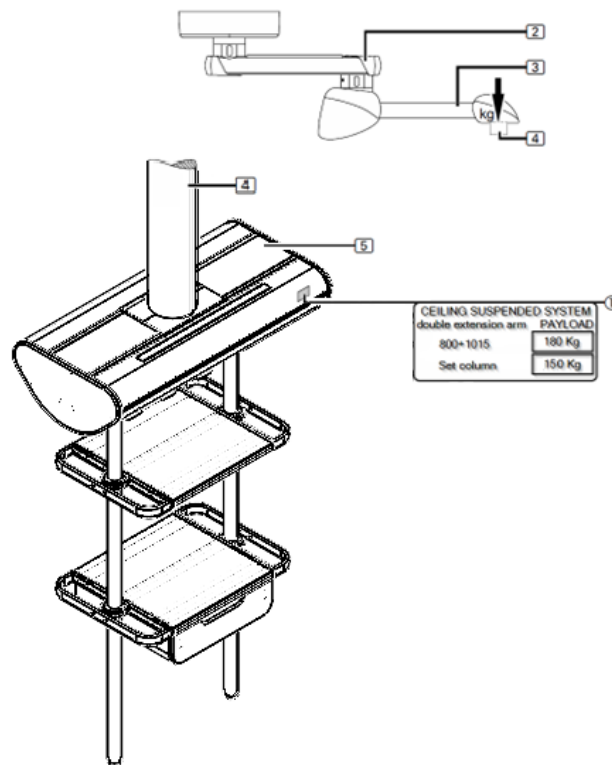

Fig. 20 Plaats van het label met het laadvermogen
Het eigengewicht van de valbuis (4) en de bedieningskop (5) moet worden afgetrokken van het maximale draagvermogen van het hangende systeem. Deze waarde komt overeen met het maximale draagvermogen (nuttige belasting). In het voorbeeld in afbeelding 20 hebben we een set verlengarm en gemotoriseerde arm met een draagvermogen van 180 kg. Het maximale laadvermogen is 150 kg na aftrek van het eigen gewicht van de servicekop en staat aangegeven op de sticker (1) op de servicekop.